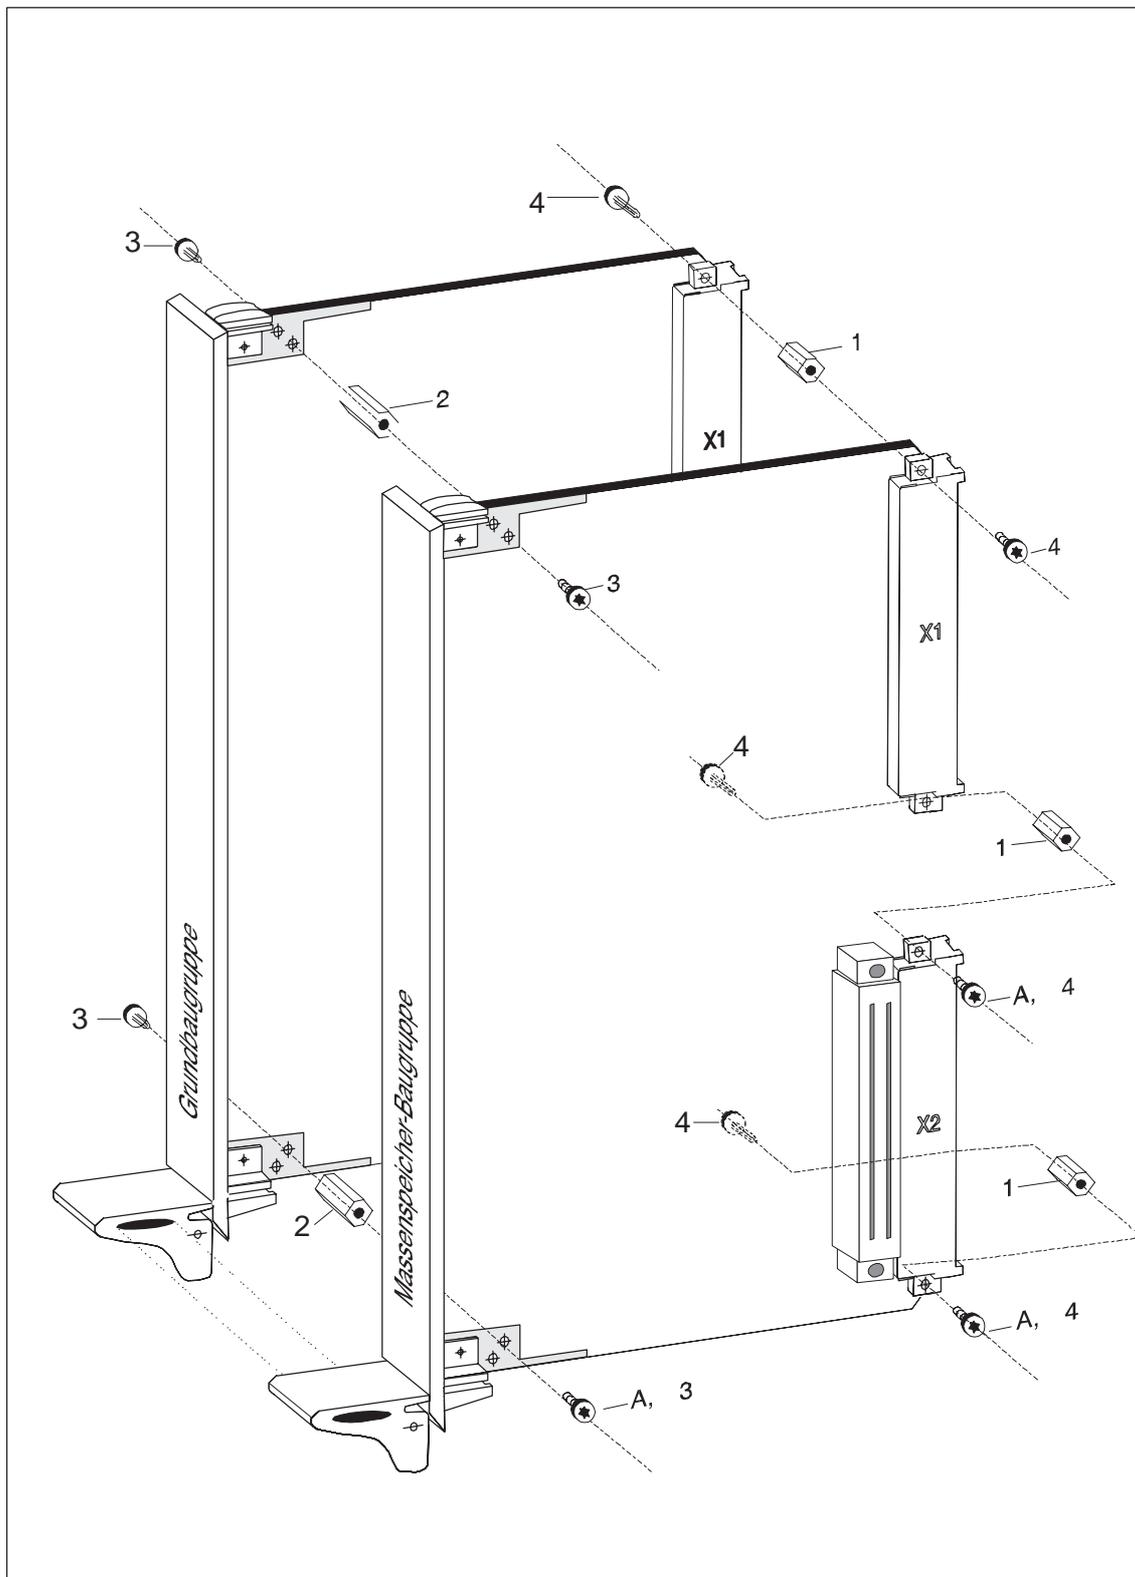
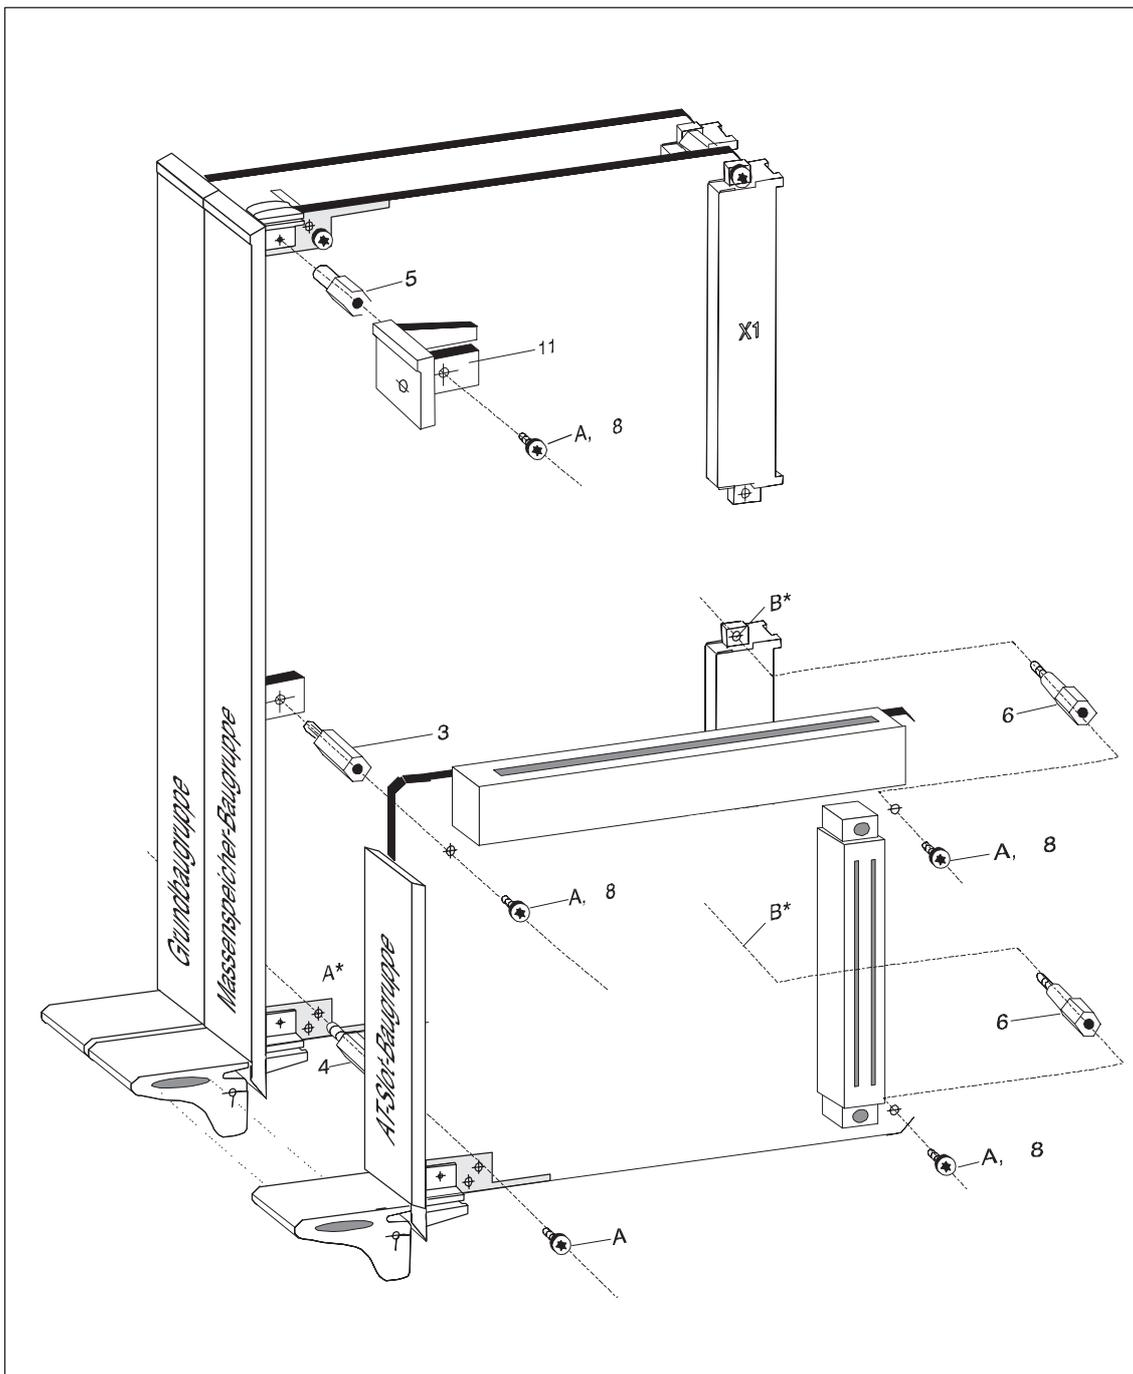
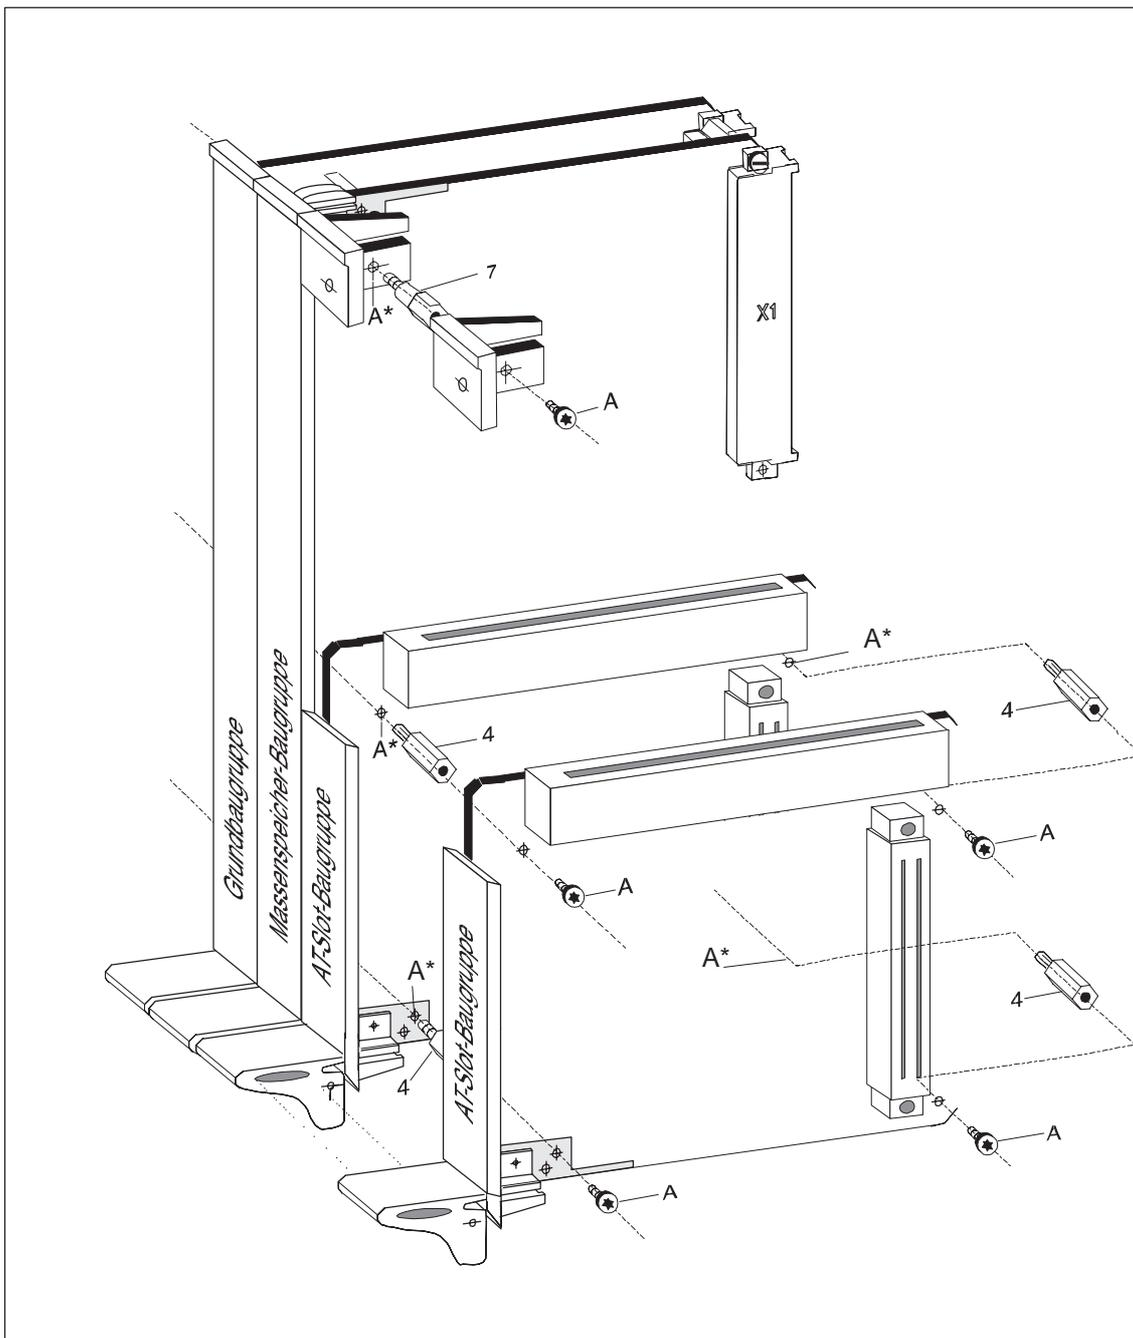

Bild 2-6 Montage der Massenspeicher-Baugruppe auf der Grundbaugruppe
Bild 2-10 Montage einer AT-Slot-Baugruppe auf die Massenspeicher-Baugruppe
Bild 2-11 Montage von zwei AT-Slot-Baugruppen auf die Massenspeicher-Baugruppe
Beim Zusammenbau der Baugruppen gehen Sie entsprechend Bild 2-6 folgendermaßen vor:
1. Schrauben Sie die Abstandsstücke '1' und '2' entsprechend Bild 2-6 an die Grundbaugruppe. Die Schrauben '3' und '4' werden von der Lötseite (die mit einer Abdeckung versehene Seite der Baugruppe) eingesteckt.
3. Verschrauben Sie die beiden Baugruppen entsprechend Bild 2-6. Wollen Sie anschließend sofort die AT-Slot-Baugruppe montieren, so brauchen Sie die mit 'A' gekennzeichneten Schrauben **nicht einzudrehen**.
Beim Zusammenbau der Baugruppen gehen Sie entsprechend Bild 2-10 folgendermaßen vor:
Lösen Sie die mit 'A*' und 'B*' gekennzeichneten Schrauben. Die Schraube 'A*' wird bei der weiteren Montage noch benötigt (im Bild 2-10 mit 'A' gekennzeichnet, die Schrauben 'B*' werden durch die im Bild 2-10 mit 'A, 8' gekennzeichneten Schrauben ersetzt.
2. Schrauben Sie die Abstandsbolzen ('3', '4' und '6') entsprechend Bild 2-10 ein.
4. Wollen Sie keine weitere AT-Slot-Baugruppe montieren, so verschrauben Sie die beiden Baugruppen entsprechend Bild 2-10 mit der mit 'A' und drei 'A, 8' gekennzeichneten Schrauben und montieren das Teil "Frontplatte oben" ('11') mit einer Schraube 'A, 8' auf den Abstandsbolzen '5'. Wollen Sie sofort eine 2. AT-Slot-Baugruppe montieren, so gehen Sie vor wie im Kapitel 6.4.5 beschrieben.
Sollten die Abstandsbolzen '6' im Bild 2-10 beim Einschrauben nicht sofort greifen, so lockern Sie die im Bild 2-6 unter '4' aufgeführten Schrauben leicht (1/4 Umdrehung), schrauben die Bolzen ein und ziehen die Schrauben wieder fest.
Beim Zusammenbau der Baugruppen gehen Sie entsprechend Bild 2-11 folgendermaßen vor:
Entfernen Sie die fünf mit 'A*' gekennzeichneten Schrauben. Die Schrauben werden für die weitere Montage noch benötigt (in Bild 2-11 mit 'A' gekennzeichnet).
2. Schrauben Sie die Abstandsbolzen entsprechend Bild 2-11 ein.
4. Verschrauben Sie die beiden AT-Slot-Baugruppen entsprechend Bild 2-11 mit den vier mit 'A' gekennzeichneten Schrauben.
5. Montieren Sie das 1. Teil "Frontplatte oben" auf den im Bild 2-10 mit '5' gekennzeichneten Abstandsbolzen; schrauben Sie das Teil mit dem Abstandsbolzen '7' (Bild 2-11) fest. Montieren Sie zum Schluß mit der 5. Schraube 'A' das 2. Teil "Frontplatte oben" auf den für die Befestigung des 1. Teils eingeschraubten Abstandsbolzen '7'.